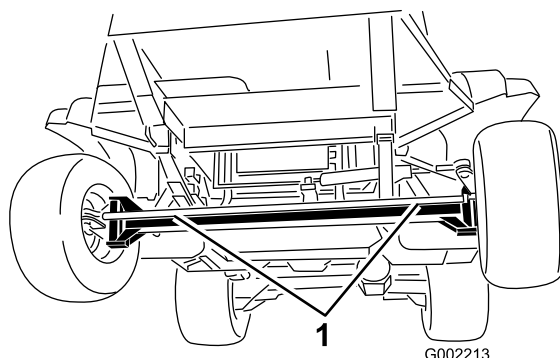
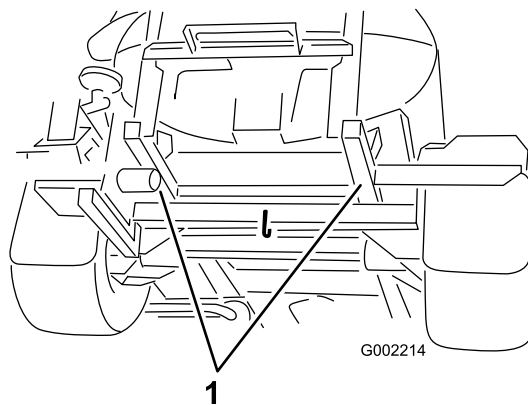

Figure 26
Figure 27
2. Accrochez un câble de remorquage au châssis. Reportez-vous aux points de remorquage avant et arrière dans les Figure 26 et Figure 27.